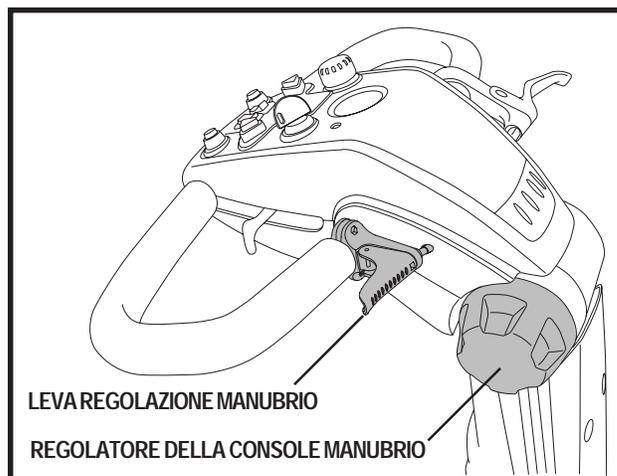

Figura 14. Regolazione manubrio
1. Sostenendo il manubrio, stringere la leva di regolazione. Vedere figura 14.
1. Allentare il regolatore (ruotare in senso antiorario) e spostare la console del manubrio verso l'alto o verso il basso fino al raggiungimento di una posizione confortevole per la guida. Vedere figura 14.